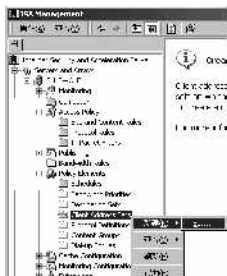

图1 选择定义组项
■添加用户组。在ISA Server管理窗口中选择“BLUEWOLF → Policy Elements → Client Address Sets → 新建 → Set...”(图1),在出现的“Client Set”窗口中依据自己习惯把组名填写到“Name”栏中。中间